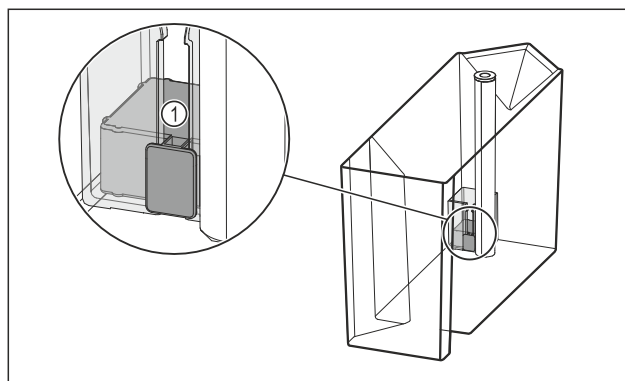

Fig. 103
- Controllare se il galleggiante Fig. 103 (1) è bloccato.